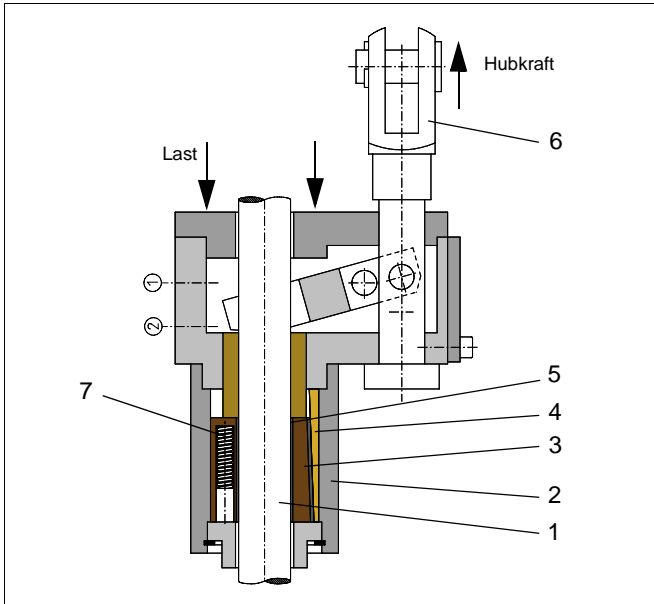

Abb. 2: Aufbau der Absturzsicherung KRM (Klemmung gelöst)
Die Kolbenstange bzw. Haltestange (1) Abb. 2 wird durch das Gehäuse (2) Abb. 2 umschlossen, in welchem mehrere Keil-segmente, sog. Fangbacken (3) Abb. 2, mit je einem Gleitbelag (4) Abb. 2 und einem Bremsbelag (5) Abb. 2, angeordnet sind. Der Zug des gespannten Tragmittels an der Schaltstange (6) Abb. 2, hält die Fangbacken gelüftet, so dass sich die Stange frei bewegen kann. Die Federn (7) Abb. 2 sind dabei vorgespannt.